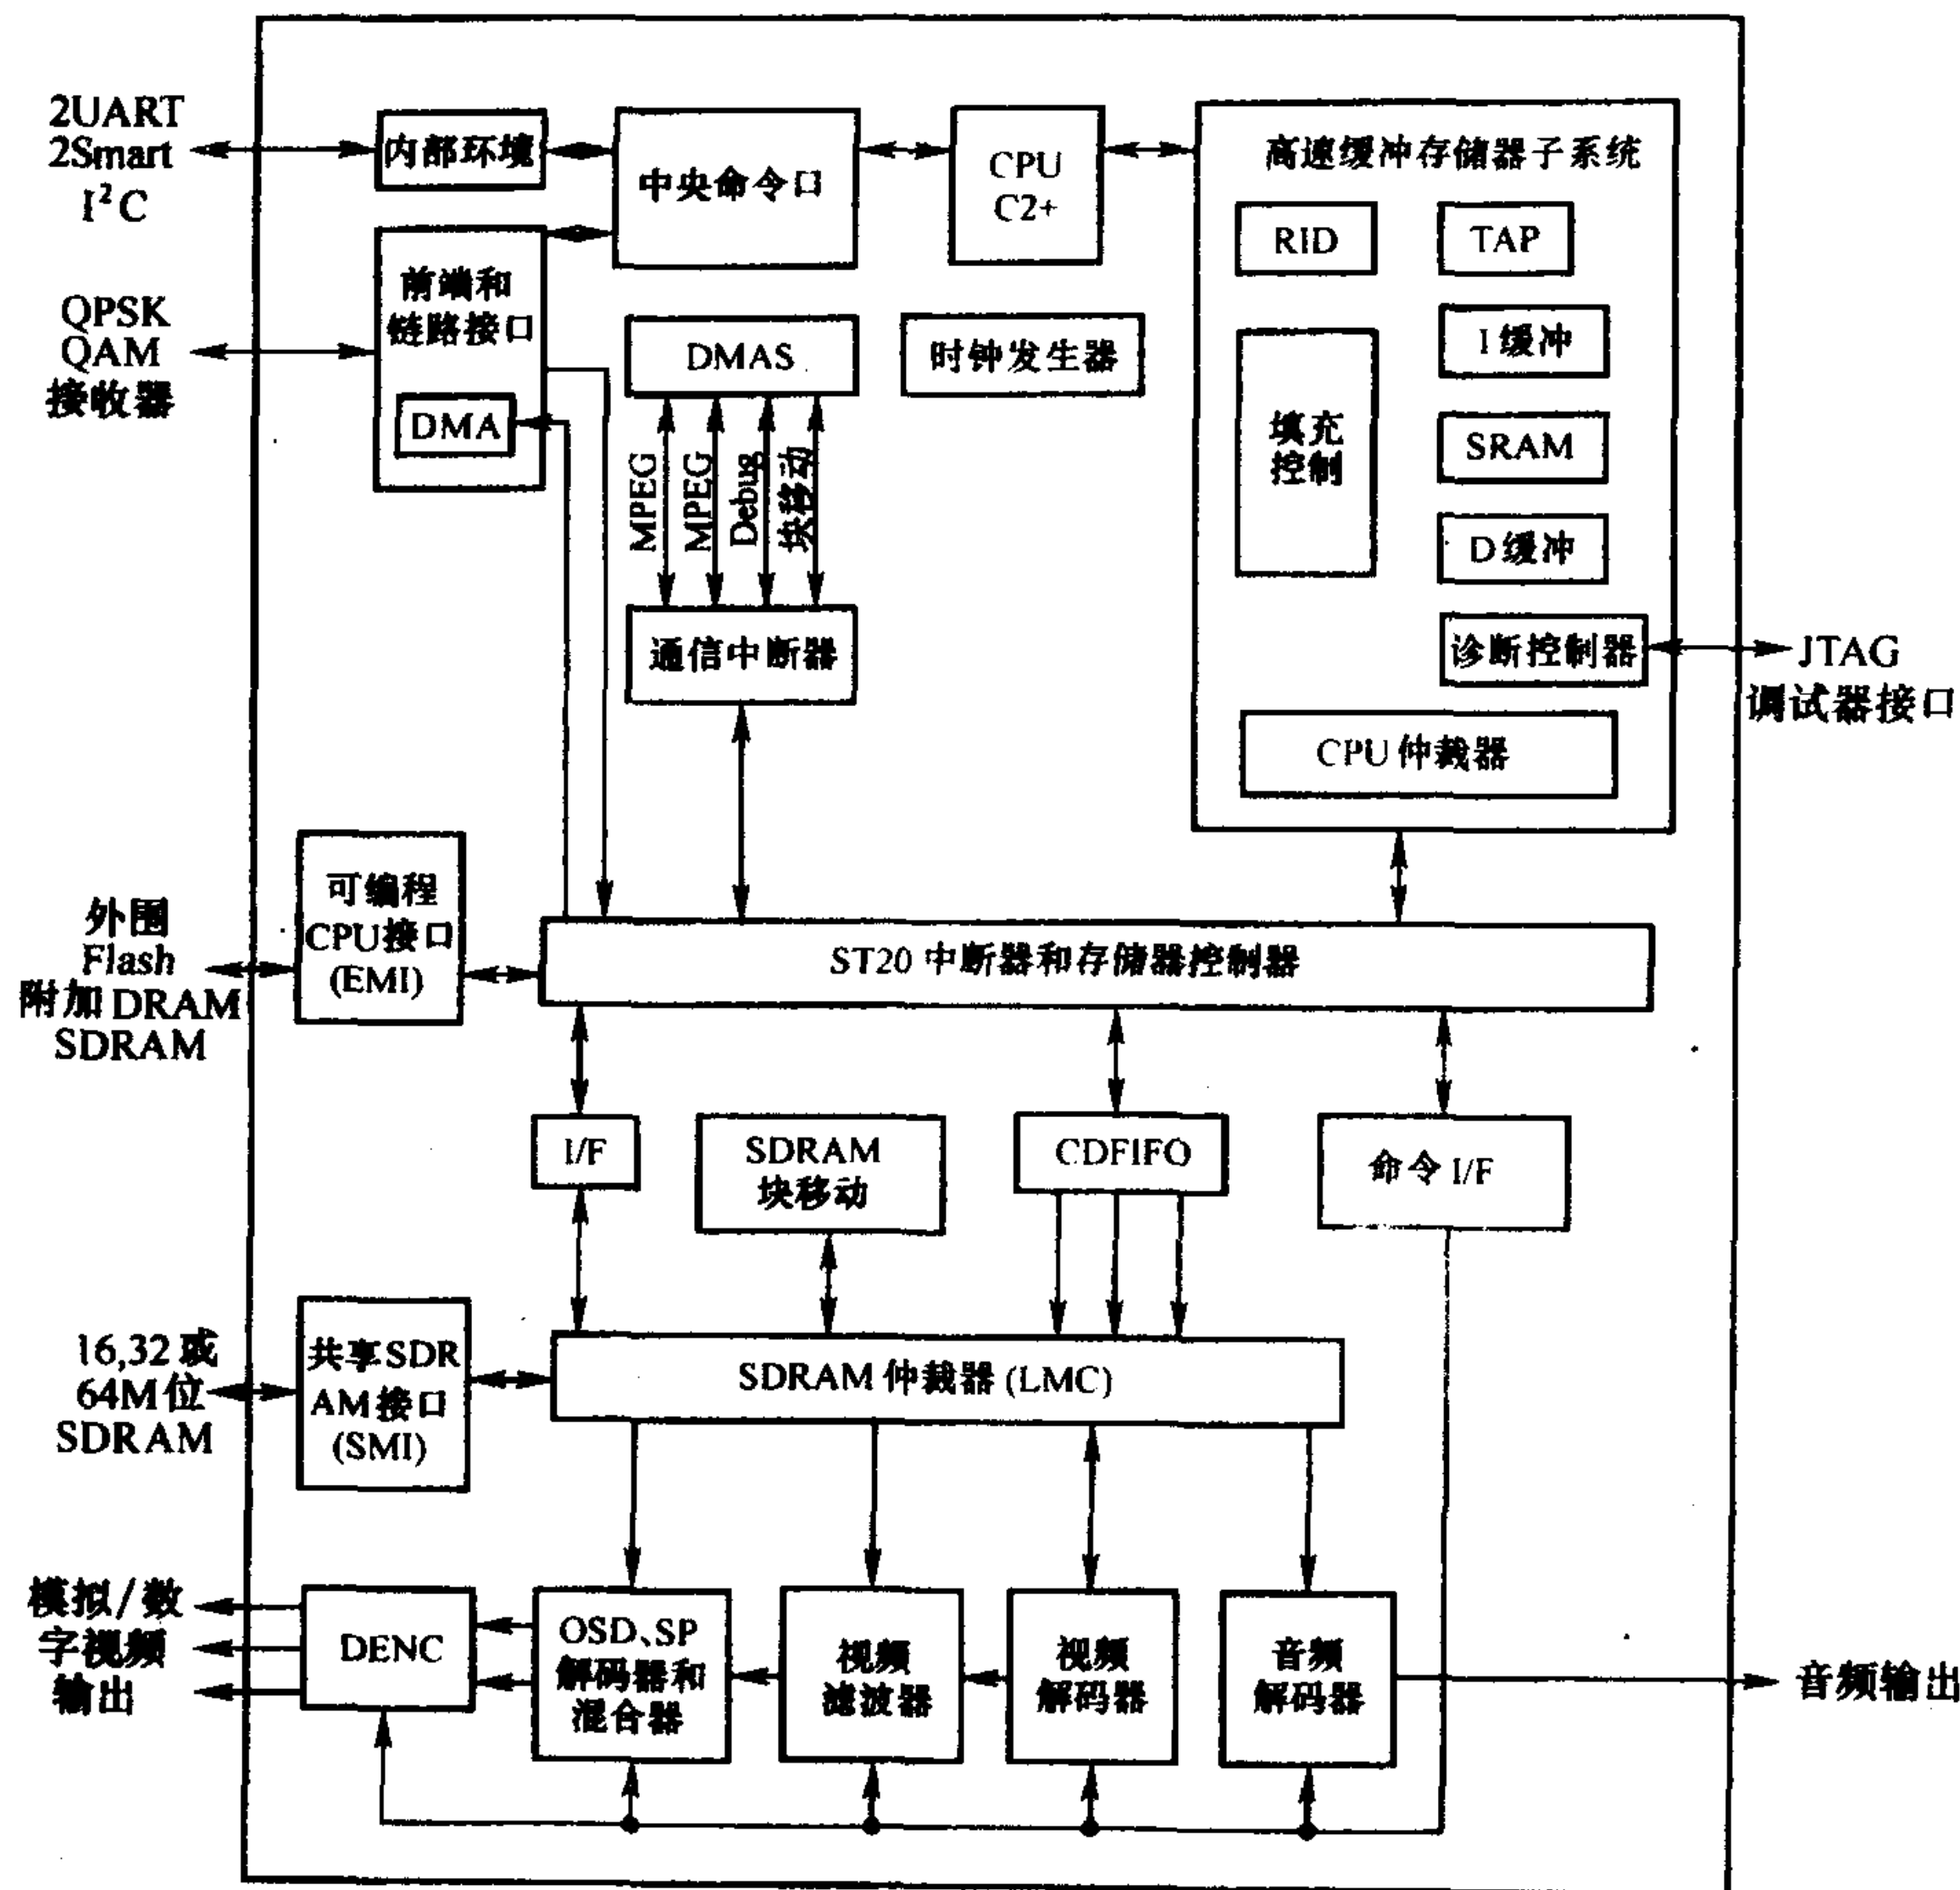

图7 STi5518内部结构方框图
(1)芯片特征 内置速度达81MHz的32位CPU;内置2k字节I存储器、2k字节D存储器和4k字节D存储器(SDRAM);片内的音频解码器支持MPEG-2多声道解码,3×2声道PCM输出,IEC60958-IEC61937数字输出,DTS数字输出和MP3解码;片内的视频解码器支持MPEG-2 MP@ML;具有高性能在屏显示功能;内置PAL/NTSC/SECAM编码器,支持RGB、CVBS、Y/C和YCbCr输出;分配SDRAM存储器接口支持对SDRAM、ROM和外围器件编程;前端接口有串行、并行和ATAPI接口,硬件扇区滤波器,集成的CSS解扰和跟踪缓冲器;片内的传输流解复用器支持并行/串行输入,DES和DVB解扰,32个PID;具有2个UART、2个smart卡、I²C控制器、3个PWM输出、3个捕捉定时器;支持MODEM;具有44位可编程I/O口;具有IR发射器/接收器。其内部结构框图见图7。